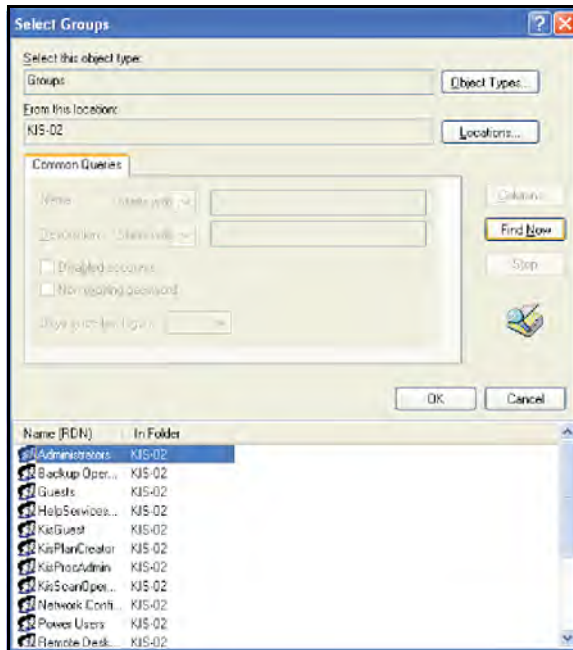

Рис. 121: Выбор групп с перечнем групп
10. Щелкните Find Now (Найти сейчас), и откроется окно *Select Groups* (Выбор групп) (см. Рис. 121 ниже). Затем выберите нужную группу для пользователя и щелкните ОК.